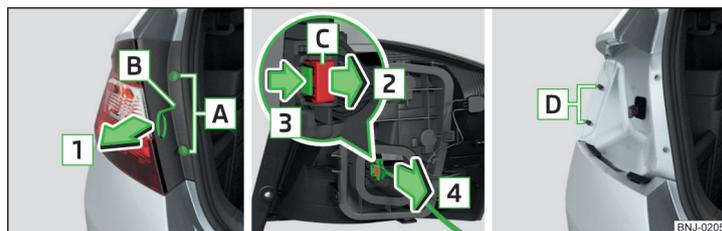
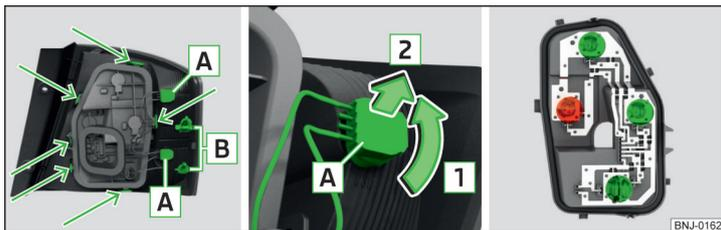

Fig. 218 Desmontar lâmpada / retirar conector
Fig. 219 Parte exterior da lâmpada / retirar lâmpada incandescente / suporte da lâmpada
- Segurar a lâmpada com a mão e retirá-la cuidadosamente no sentido da seta [1] » Fig. 218 do pino [D].
- Fixar o bloqueio no sentido contrário da seta [2] » Fig. 218.
- Encaixar a lâmpada com as aberturas [B] » Fig. 219 na página 178 nos pinos [D] » Fig. 218 na carroçaria.
- › Rodar o suporte com lâmpada incandescente **A** no sentido da seta **1** » Fig. 219.
- › Rodar os suportes com as lâmpadas incandescentes **A** no sentido da seta **1** » Fig. 219.
- › Desbloqueie o suporte de lâmpada nas patilhas de bloqueio marcadas com as setas » Fig. 219 e retire o suporte de lâmpada para fora da luz.